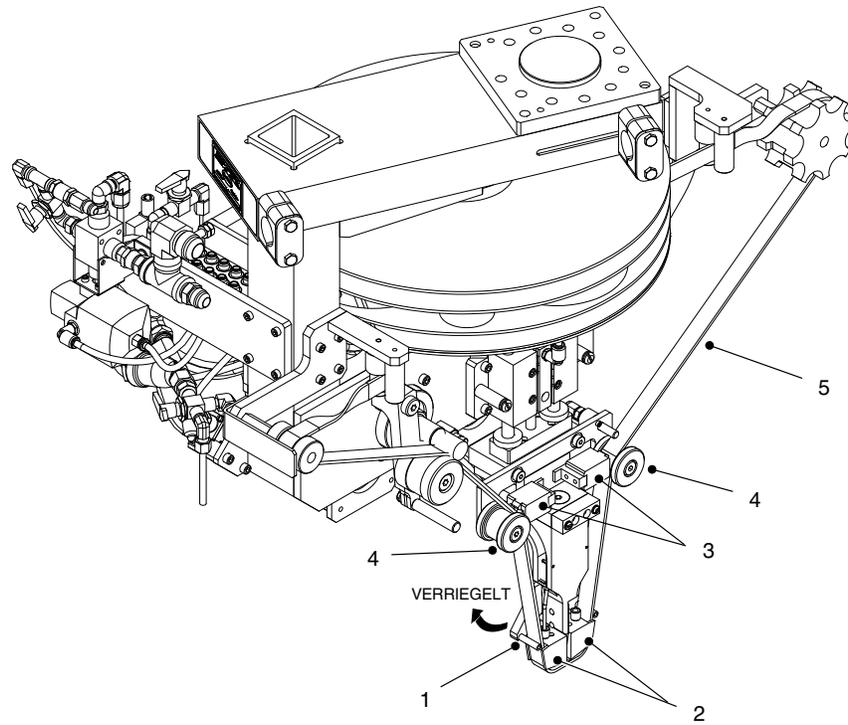
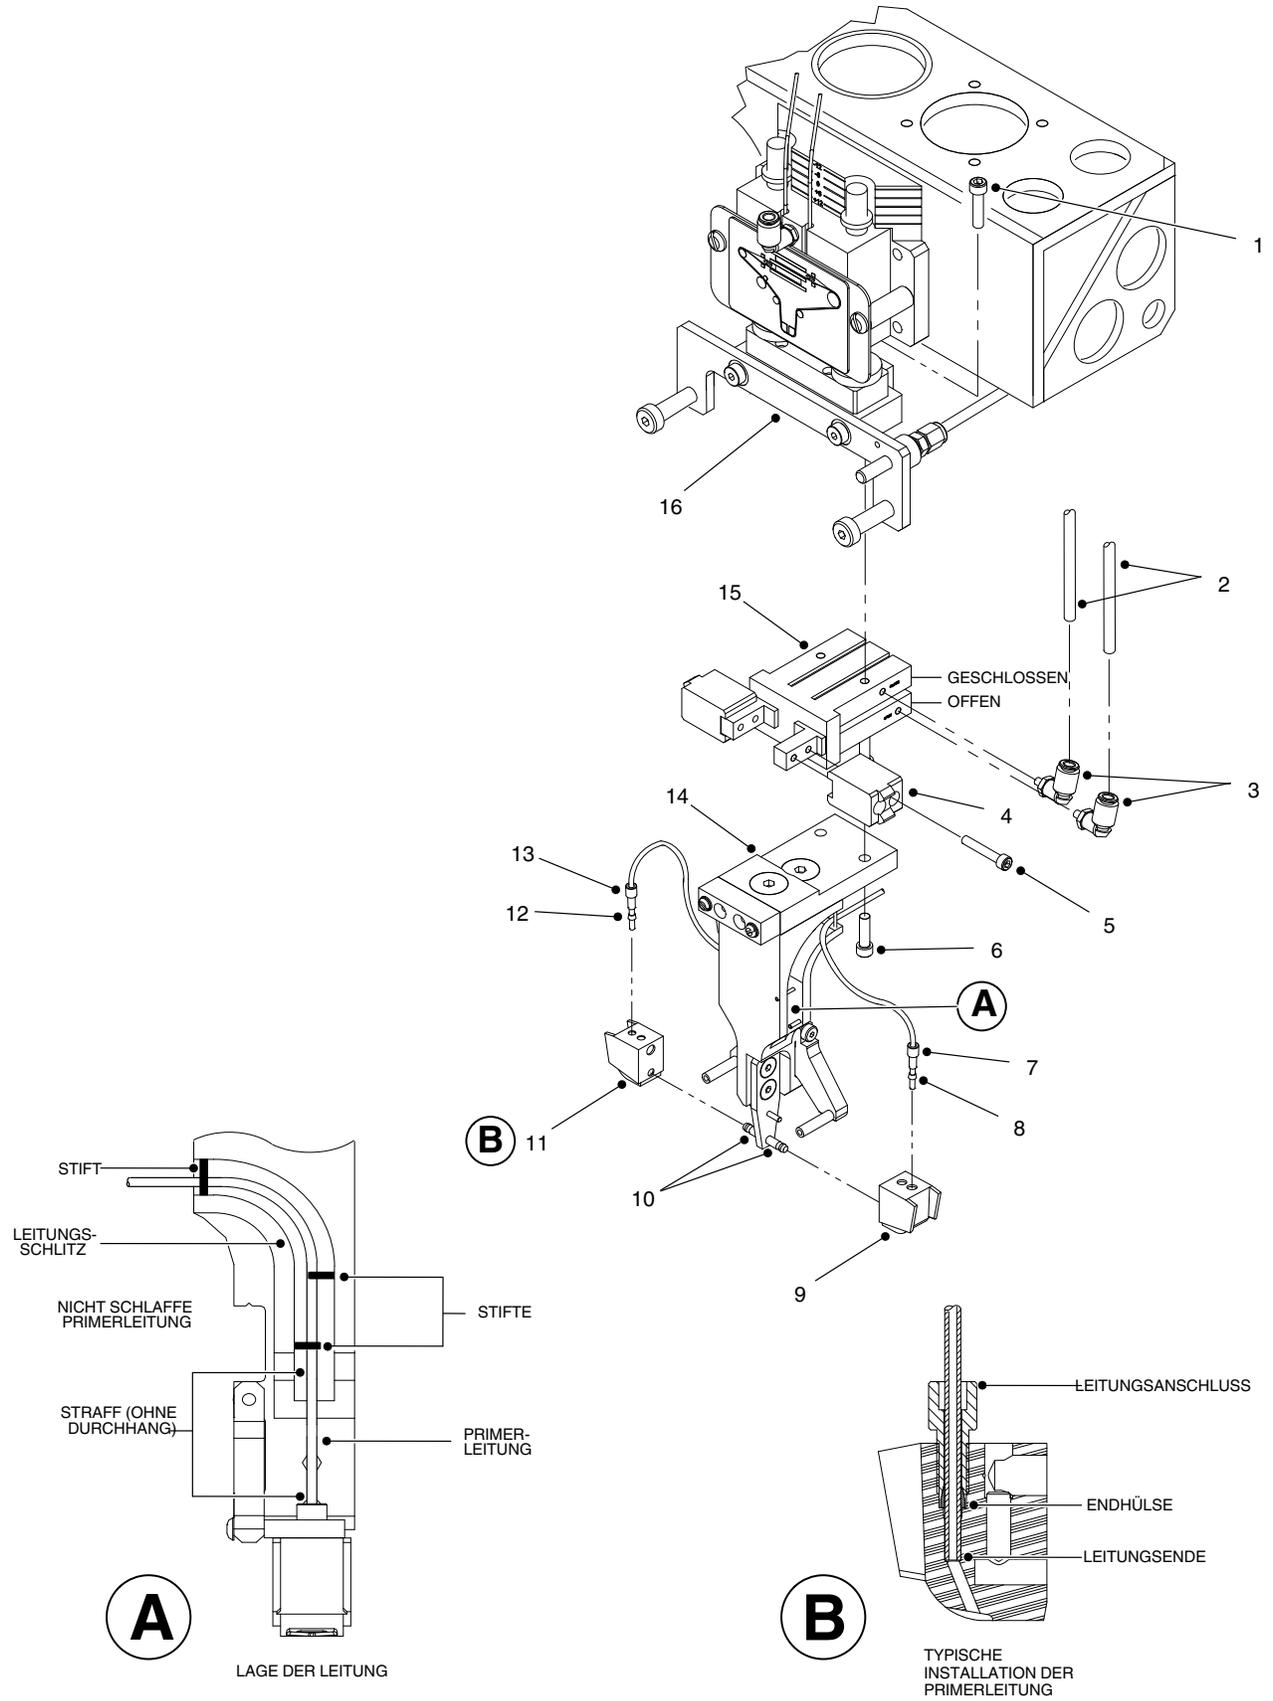
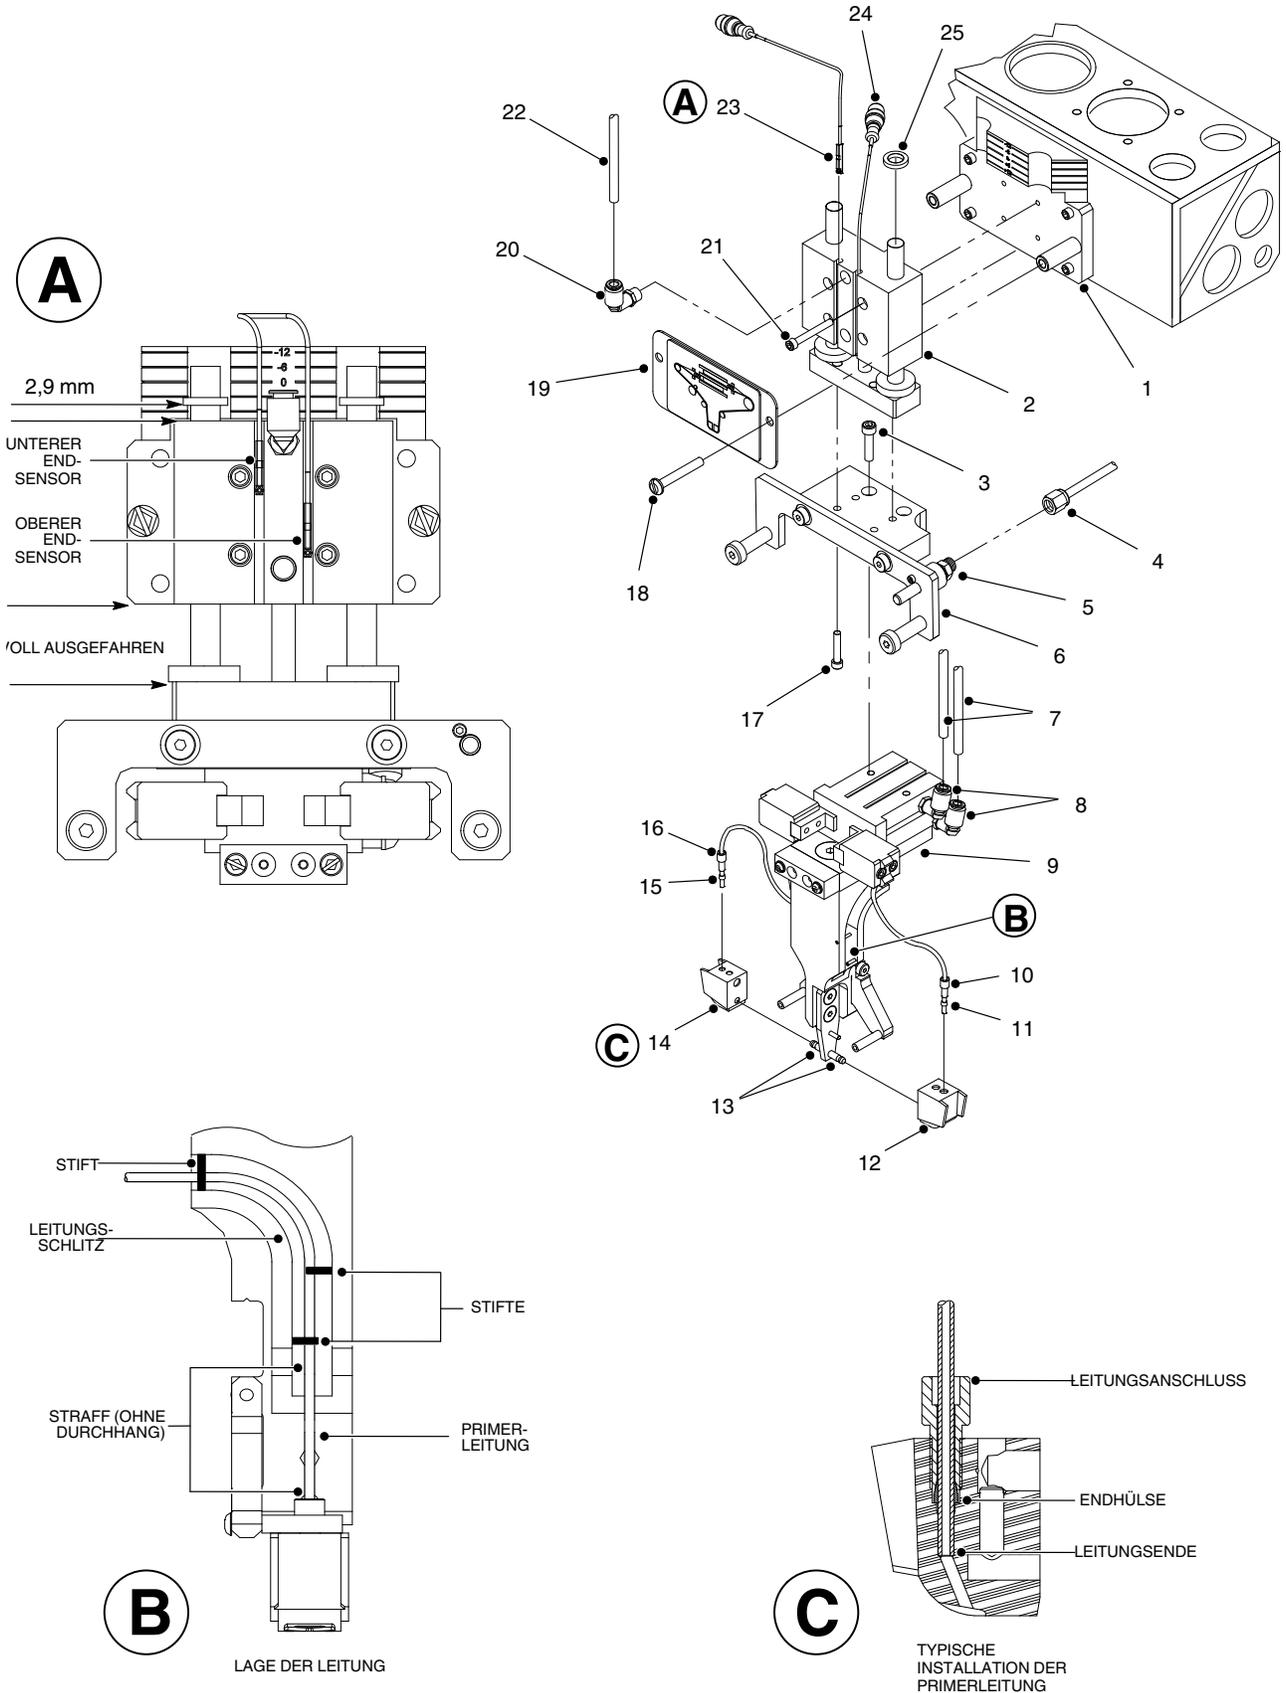

Abb. 11 Greiferblöcke freigeben
Abb. 12 Greifer
Abb. 13 Gleiterbaugruppe
1. Siehe Abb. 11. Von der Steuerung aus die Greiferblöcke (3) vom Filz (5) lösen.
3. Die Filzsicherung (1) in die obere Position bewegen. Den Filz (5) von den Reibblöcken (2) und Rollen (4) abnehmen.
4. Siehe Abb. 12. Die Reibblöcke (9, 11) von der Auftragskopfhalterung (14) abnehmen.
5. Den schwarzen (7) und transparenten (12) Primerleitungsanschluss von den Reibblöcken (9, 11) abnehmen.
6. Leitungen (2) kennzeichnen und von den Anschlüssen (3) abnehmen. Anschlüsse vom Greifer (15) abnehmen.
7. Die Schrauben (6) abnehmen, mit denen die Auftragskopfhalterung (14) am Greifer (15) befestigt ist.
8. Die Schrauben (1) abnehmen, die den Greifer (14) an der Gleiterhalterung (16) halten.
9. Die Schrauben (5) abnehmen, mit denen die Filzgreifer (4) am Greifer (15) befestigt sind.
1. Siehe Abb. 12. Loctite 242 auf die Gewinde der Schrauben (5) auftragen. Die Filzgreifer (4) mit den Schrauben am Greifer (15) installieren. Die Schrauben mit 11 ± 1 in.-lb ($1,25 \pm 0,1$ N•m) festziehen.
2. Loctite 242 auf die Gewinde der Schrauben (1) auftragen. Den Greifer (15) mit den Schrauben an der Gleiterhalterung (16) installieren. Die Schrauben festziehen. Anzugsmoment: 48 ± 5 in.-lb ($5,4 \pm 0,6$ N•m).
3. Loctite 242 auf die Gewinde der Schrauben (6) auftragen. Die Auftragskopfhalterung (14) mit den Schrauben am Greifer (15) installieren. Die Schrauben mit 48 ± 5 in.-lb ($5,4 \pm 0,6$ N•m) festziehen.
4. Anschlüsse (3) am Greifer (15) installieren. Die Leitungen (2) an den Anschlüssen anschließen. Sicherstellen, dass jede Leitung am richtigen Anschluss angeschlossen ist.
5. Rohvaseline auf Stifte (10), Endhülsen (8, 12) und Gewinde der Leitungsanschlüsse (7, 13) auftragen.
6. Schwarze (7) und transparente (13) Primerleitung wie gezeigt in den Reibblöcken (9, 11) installieren. Sicherstellen, dass jedes Leitungsende am Anschlag ist. Die Leitungsanschlüsse handfest anziehen, nicht zu fest.
7. Die Reibblöcke (9, 11) an der Auftragskopfhalterung (14) installieren.
9. Siehe Abb. 11. Den Filz (5) um die Reibblöcke (2) und Rollen (4) installieren. Die Filzsicherung (1) in die verriegelte Position bewegen.
4. Siehe Abb. 13. Die Reibblöcke (12, 14) von der Auftragskopfhalterungsbaugruppe (9) abnehmen.
5. Anschlüsse der Leitungen für schwarzen (10) und transparenten (16) Primer von den Reibblöcken (12, 14) abnehmen.
6. Die Leitungen (7) von den Anschlüssen (8) trennen.
7. Die Schrauben (18) abnehmen, mit denen die Abdeckung (19) am Gleiter (2) befestigt ist.
8. Oberen (23) und unteren (24) Endsensor entriegeln. Die Sensoren vom Gleiter (2) abnehmen.
9. Die Leitungen (22) von den Anschlüssen (20) trennen.
10. Anschluss (4) von der Lösungsmitteldüse (4) trennen.
11. Die Schrauben (3) abnehmen, mit denen die Auftragskopfhalterung (9) an der Gleiterhalterung (6) befestigt ist.
12. Die Schrauben (17) abnehmen, mit denen die Gleiterhalterung (6) am Gleiter (2) befestigt ist.
13. Die Schrauben (21) abnehmen, mit denen der Gleiter (2) an der Skala für den angepassten Kopf (1) befestigt ist.
14. Die Ringe (25) vom Gleiter (2) abnehmen.
1. Siehe Abb. 13. Sicherstellen, dass der Gleiter (2) voll ausgefahren ist. Die Ringe (25) auf dem Gleiter installieren. Die Ringe $\frac{3}{32}$ Zoll (2,3 mm) von der Oberkante des Luftgleiters positionieren.
2. xxx und Anschluss (20) am Gleiter (2) xxx. Anschluss gut anziehen.
3. Loctite 242 auf die Gewinde der Schrauben (21) auftragen. Den Gleiter (2) mit den Schrauben an der Skala des angepassten Kopfes (1) installieren. Die Schrauben mit 23 ± 2 in.-lb ($2,5 \pm 0,2$ N•m) festziehen.